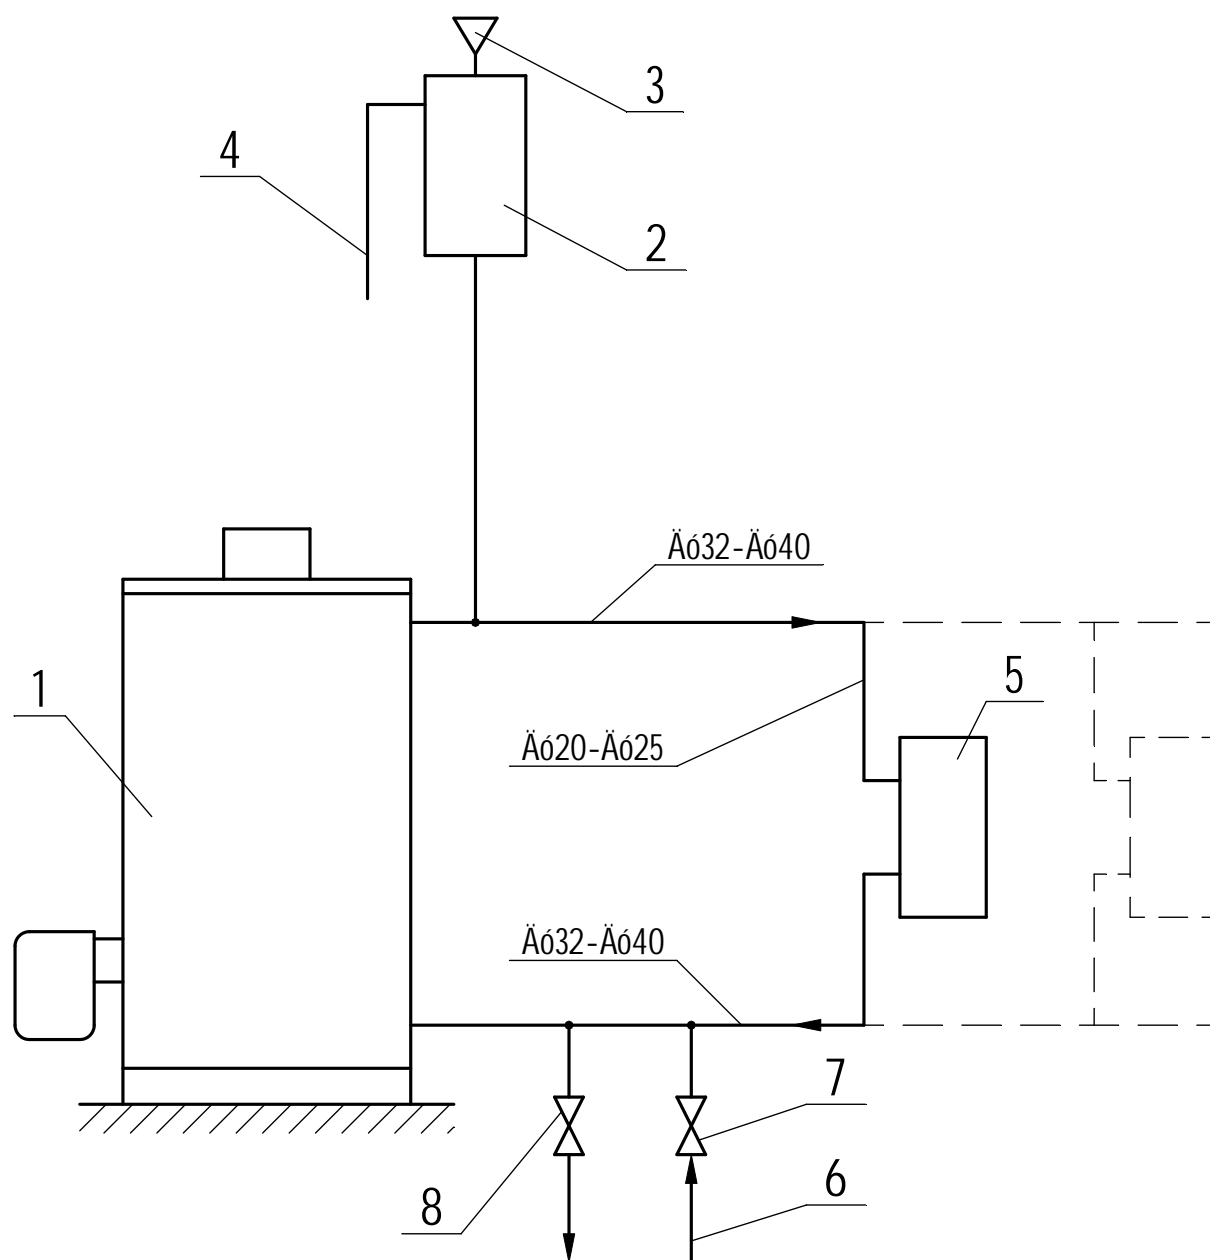

Рисунок 2
7.1. Заполнить систему отопления и котёл водой, открыв вентиль (7, рис.2) до появления воды из переливной линии (4), при этом вентиль (8) должен быть закрыт. После заполнения системы вентиль (7) закрыть.
8.1. Система отопления наполняется водой из водопровода через наливной вентиль (7 рис. 2). При этом вентиль (8) должен быть закрыт. Система наполняется до появления воды из переливной линии (4). Для опорожнения системы в нижней её точке устанавливается спускной вентиль (8).